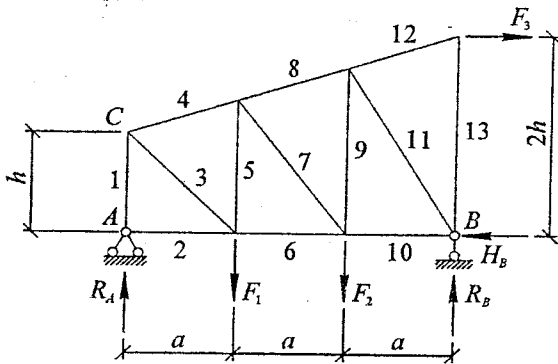

Рисунок 15.1 – Розрахункова схема ферми
1. Накреслити схему, яка наведена на рис. 15.1, і виконати обчислення та побудувати діаграму Максвела-Кремони згідно з прикладом, наведеним нижче.